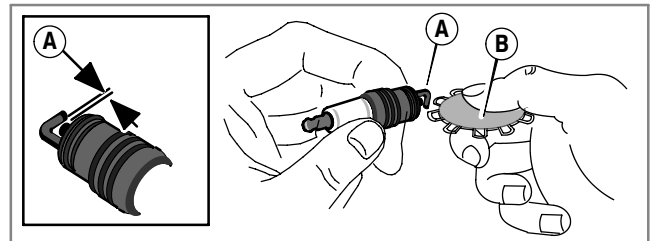

Abb. 11
Die Zündkerze jährlich austauschen. Den Elektrodenabstand (A, Abb. 11) mit einer Drahtlehre (B) kontrollieren und bei Bedarf nachstellen. Die Zündkerze einsetzen und mit dem empfohlenen Anzugswert festziehen. Zu Einstellung des Elektrodenabstands und Anzugswerten siehe den Abschnitt **Spezifikationen**.